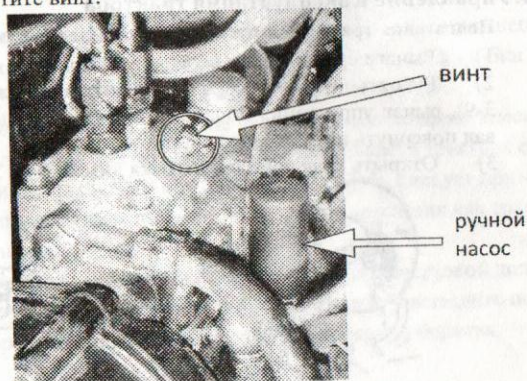

Рис. 3-12. Топливный насос высокого давления ТНВД
4) Выкрутите винт ТНВД (рис. 3-12). Винт должен быть выкручен неполностью. Выпустите воздух, используя ручной насос ТНВД. Топливо из-под винта должно струиться без пузырей. Закрутите винт.